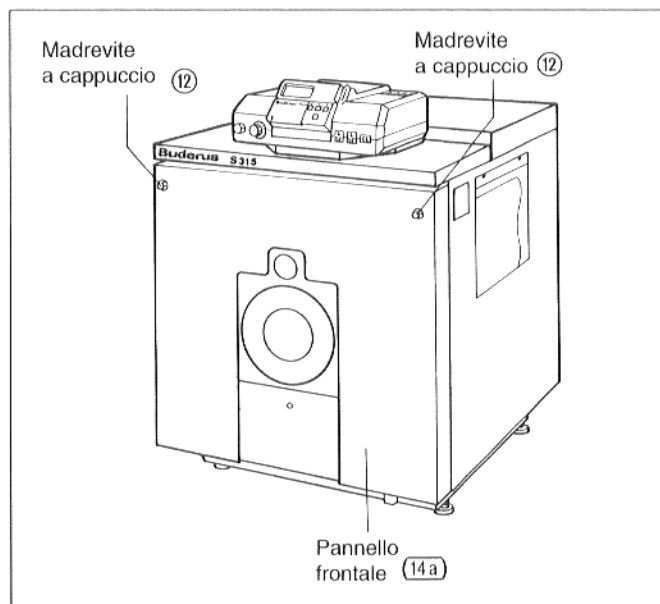

Fig. 25: S 315
- Svitare le madreviti a cappuccio a destra ed a sinistra (Fig.25).
- Sfilare il pannello frontale dalle viti prigioniere e toglierlo verso l'alto (Fig.25).